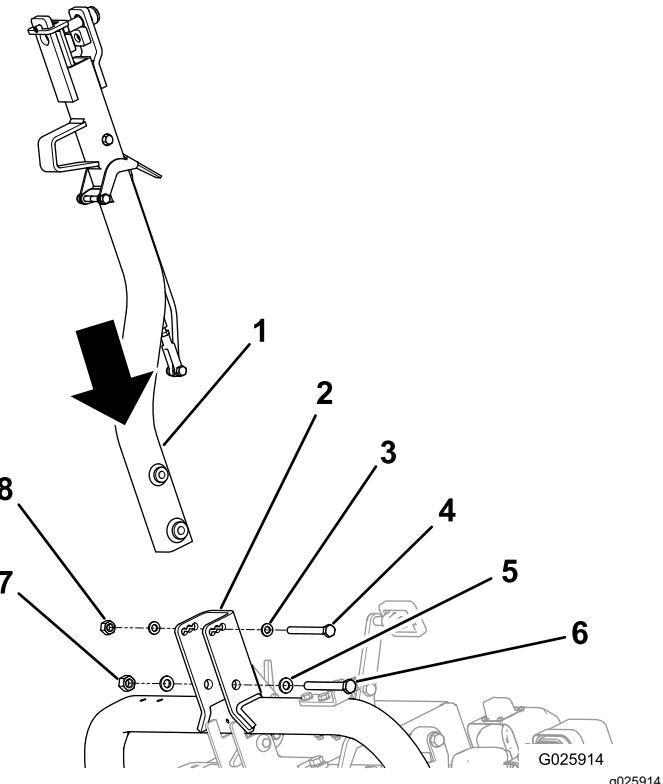

図 5
2. ヒッチを、ヒッチビボットブラケットに接続し、適切に固定する図 5を参照。